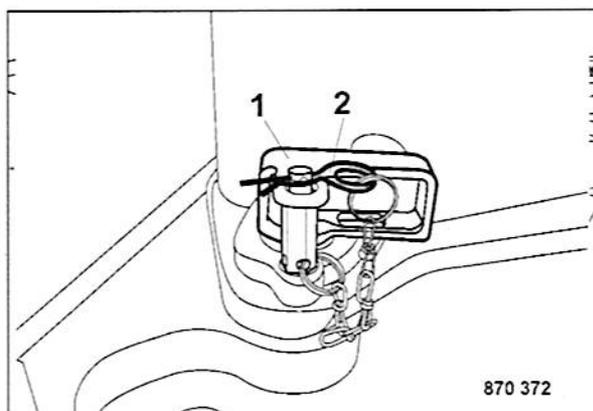

Fig. 109
- Asegurar el seguro para la articulación de codo 1 con el pasador de seguridad (2) (Fig. 109).